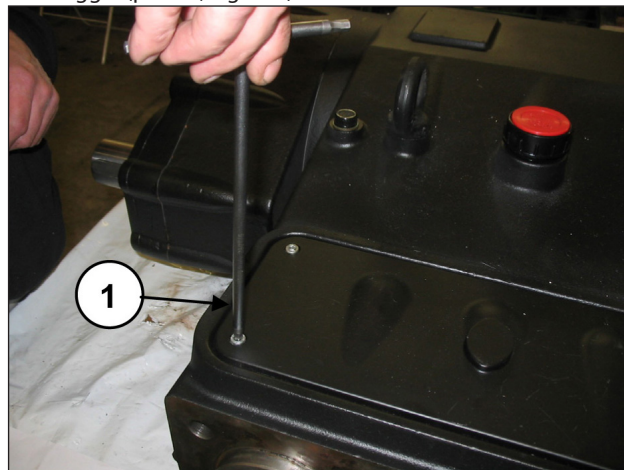

Fig. 152
Rimuovere il coperchio di ispezione superiore svitando le 4 viti di fissaggio (pos. ①, Fig. 152).